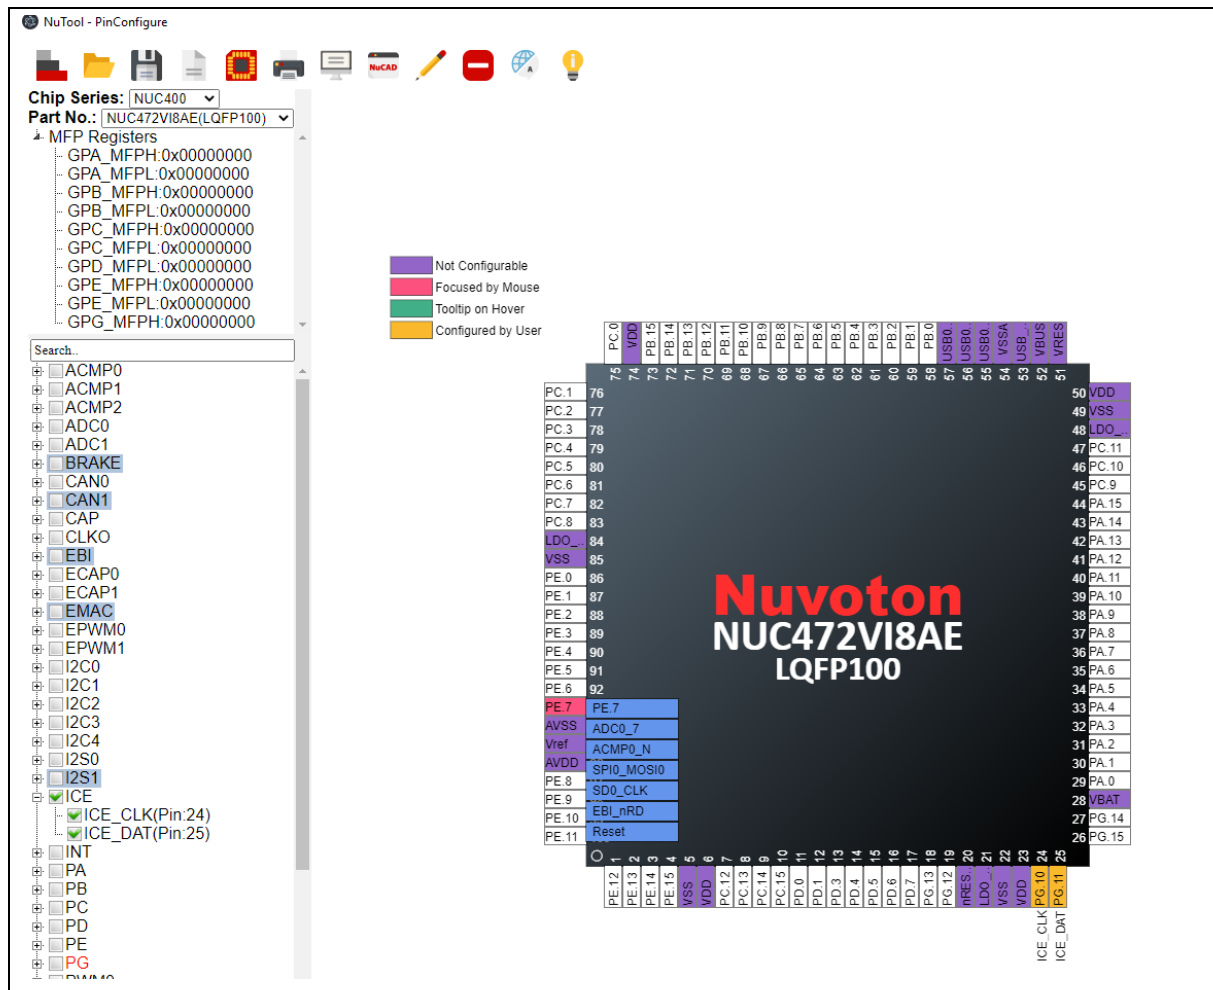

图 4-11 多功能管脚的选项
1. 将鼠标移动到预期的管脚上，并点击鼠标左键。接着在管脚附近将显示出多功能管脚的选项(参照图4-11)。